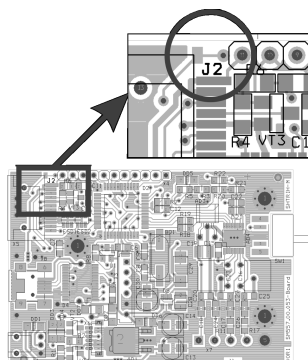

Рисунок 3. Местоположение перемычки J2 на плате
Для калибровки предусмотрен специальный режим, в который плата переходит автоматически, если замкнута перемычка J2 (см. рисунок 3). В этом специальном режиме можно с помощью градуировочного переключателя выбрать градуируемый канал, а с помощью клавиш >0< и >Т< корректировать измеренное значение напряжения в сторону увеличения и уменьшения соответственно. Также в этом режиме можно проконтролировать правильность работы схемы определения наличия тока зарядки аккумулятора: если ток зарядки есть, то на индикаторе горит флаг «ОК».
6. Отключить питание от разъёма X1, перерезать перемычку J2 (см. рисунок 3).